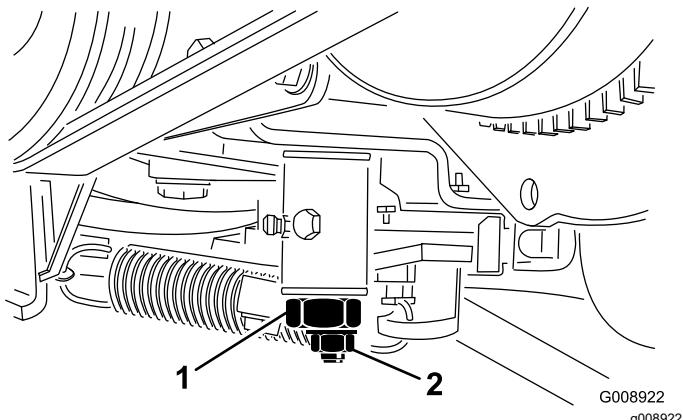

Figura 57
3. Serrate il dado di bloccaggio sulla camma di regolazione della trazione. (Figura 57).